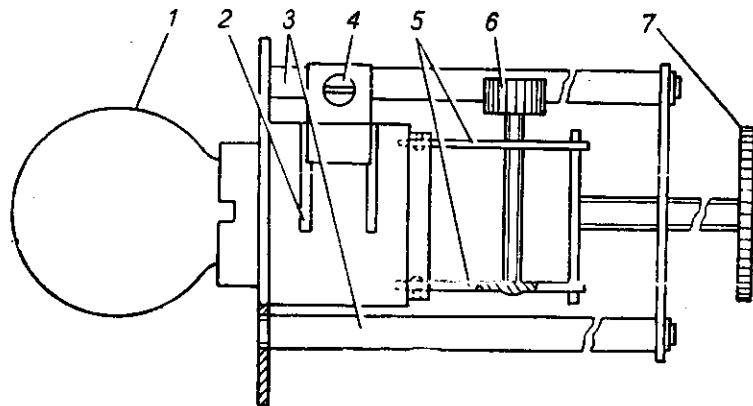

Рис. 108. Продольная фокусировка осветителя:
- в отверстия диска фокусирующего устройства 2 (рис. 108) вверните до упора стойки 3 приспособления;